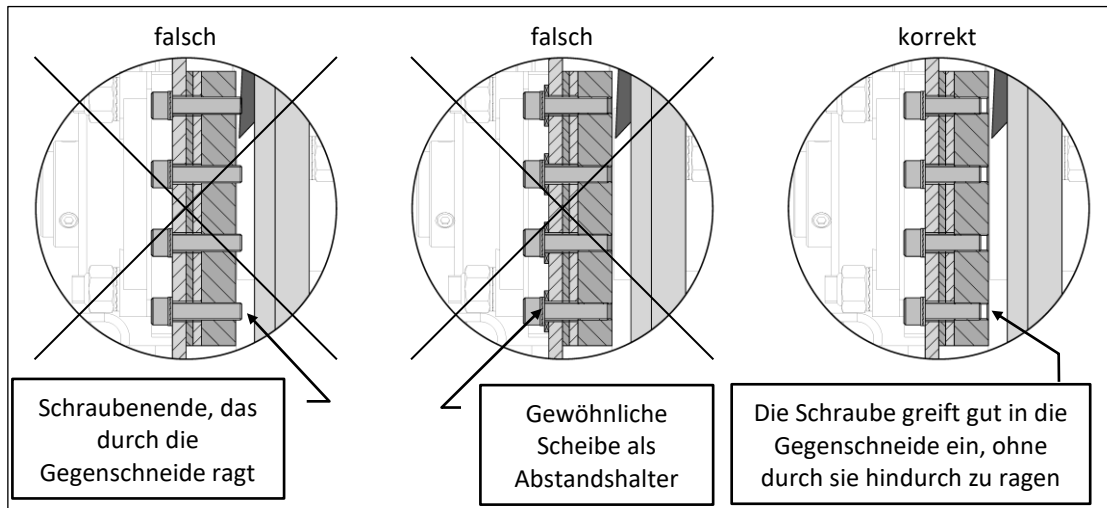

Abbildung 28
7. Prüfen Sie nach dem Einsetzen und Anziehen der ersten Schraube, dass diese nicht über die Gegenschneide auf der gegenüberliegenden Seite hinausragt. Wenn die Schraube durch Seitengegenschneide ragt, wählen Sie eine kürzere Schraube oder kürzen Sie sie. Dies kann z. B. durch Abfeilen oder Abschleifen geschehen, so dass das Schraubenende bündig mit der Seitengegenschneide ist. Verwenden Sie keine Unterlegscheiben, um das Herausragen der Schraube zu begrenzen, da die NordLock-Scheiben dann nicht mehr richtig funktionieren. Verwenden Sie auch keine zu kurzen Schrauben. Siehe außerdem Abbildung 28 für die korrekte Montage.